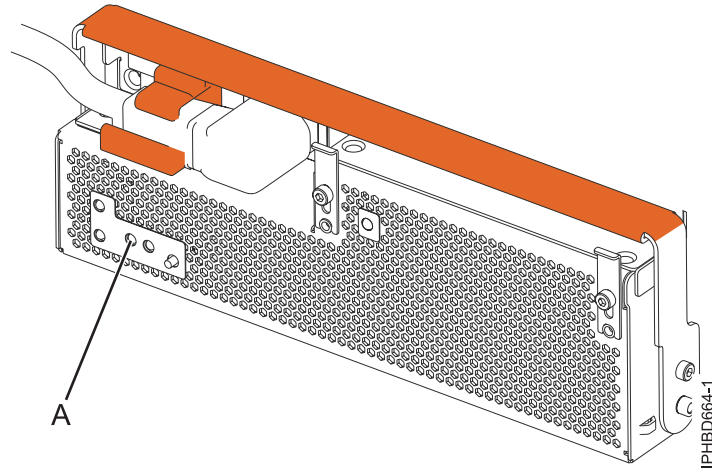

Figure 5. Voyant d'identification d'incident de l'unité remplaçable sur site
4. A l'avant de l'unité d'extension, identifiez l'alimentation électrique à remplacer. Pour identifier l'alimentation électrique, notez la présence du voyant d'identification d'incident orange de l'unité remplaçable sur site (**A**) comme illustré à la figure 5, à la page 10. Un voyant allumé (fixe ou clignotant) signale l'alimentation électrique défaillante.